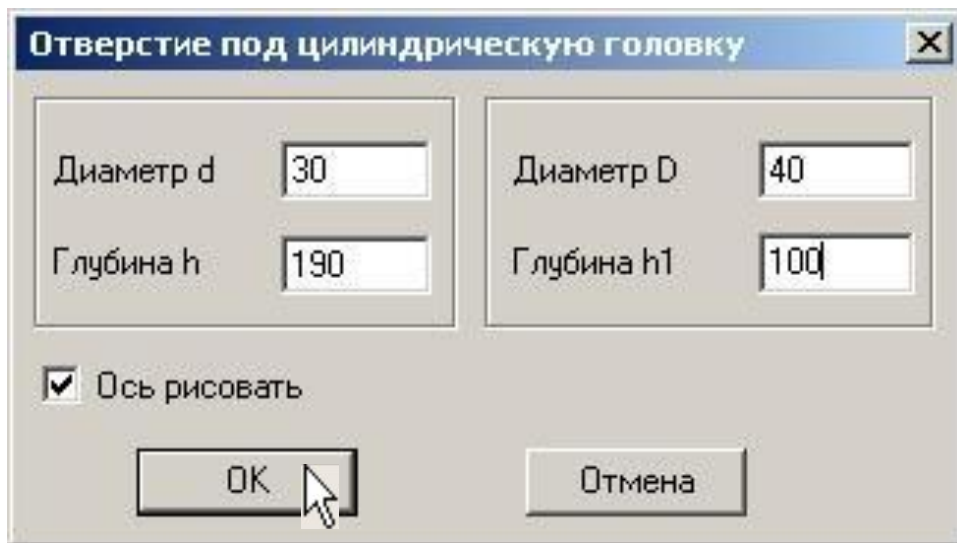
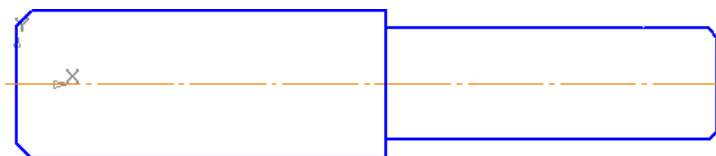

Рис. 2
Рис. 3
3. Подключите *Прикладную библиотеку КОМПАС*, находящуюся в разделе *Прочие*. Выберите в разделе *Гладкие отверстия - Отверстие под цилиндрическую головку* и установите необходимые параметры, рис. 2. Проведите недостающие линии и выполните фаски, рис. 3.